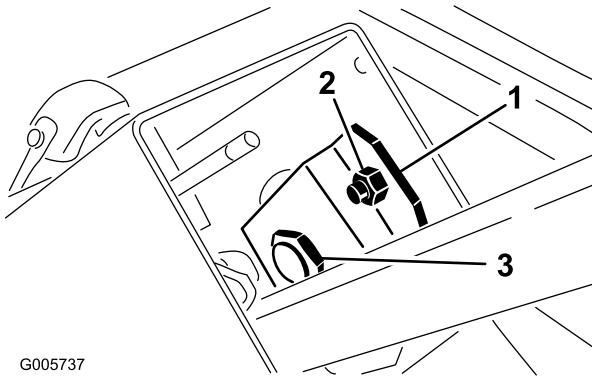

Figura 75
2. Desaperte a porca pequena, rode o apoio da articulação até este estar bem apertado (Figura 75). Aperte novamente a porca pequena.
1. Retire o botão do travão de estacionamento e os parafusos auto-rosantes da cobertura da coluna da direcção. Deslize a cobertura para cima de modo a expor o apoio de articulação (Figura 75).